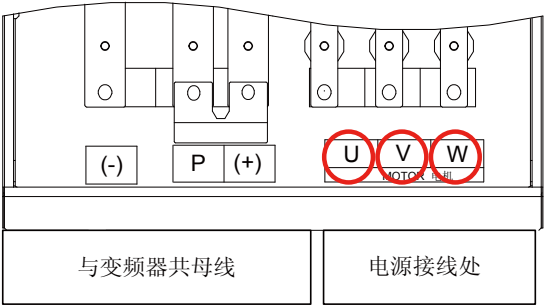

图 4-1 AFE 单元主回路接线
③ 控制采样电缆必须从输入滤波电抗器前端网侧取电，同时保证相序一致；用万用表欧姆档测量 AFE 单元机器 U、V、W 与主控板上 CN8 端子中 R/U、S/V、T/W，U 相端子（机器）与 R/U（控制板端子）；V 相端子（机器）与 S/V（控制板端子）；W 相端子（机器）与 T/W（控制板端子），对照图 4-1 和 4-2 测量。